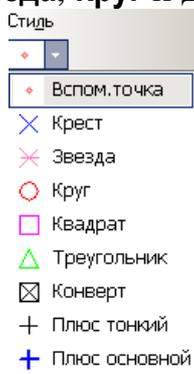

Рис. 6.5. Список возможных стилей инструмента **Точка**.
1.5. Щелкните в поле стиля строки параметров объекта. Появляется список (рис. 6.5), из которого вы можете выбрать соответствующие символы **Вспомогательная точка, Крест, Звезда, Круг** и др.